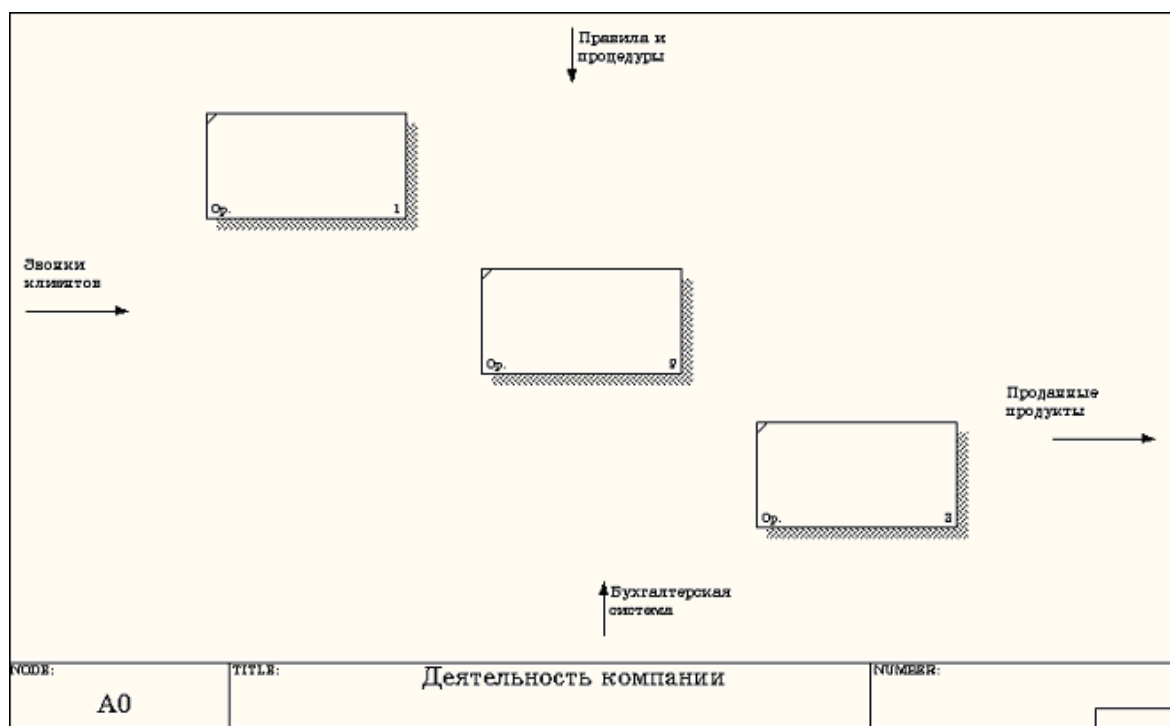

Рисунок 8 Диаграмма декомпозиции
2.11 Выберите кнопку  перехода на нижний уровень в палитре инструментов и в диалоговом окне **Activity Box Count** установите тип модели IDEF0 и число работ на диаграмме нижнего уровня – 3. В результате будет автоматически создана диаграмма декомпозиции (рисунок 8).